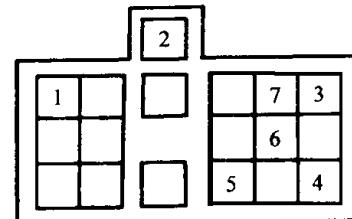

图 1-5
- ① 从发动机室内的诊断插头（图 1-5）阅读故障码的规定。
- ② 用一跳线，将电源线接至搭铁。
- ③ 此时 ECM 会使 Check Engine（检查发动机）灯显示出存在 ECM 内的故障代码。
④ 假如故障代码不存在，将会以“ON”“OFF”闪动；若故障代码存在，则最小数目的代码将会最先闪烁。每一故障码均会闪动 3 次。
(4) 发动机/变速器系统故障码 (ECM)：通用汽车公司生产的各种牌号汽车故障码代号含义基本上是统一的，只是某些年份生产的某种牌号汽车个别故障代码的含义有所不同。表 1-3 列出了通用汽车的发动机/变速器系统电脑故障码、英文显示及故障内容。表 1-4 列出了发动机电脑 (ECM) 参考数据。